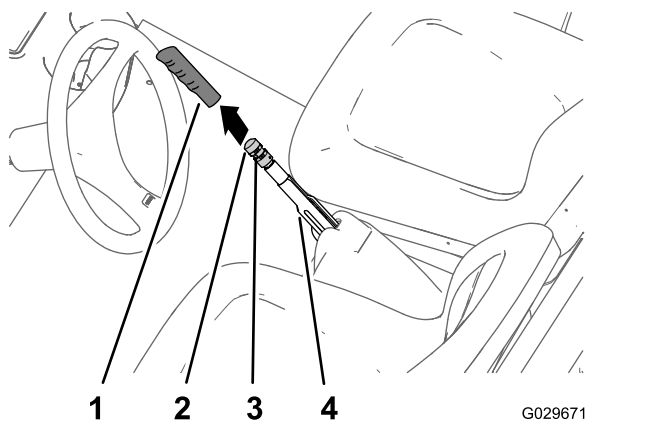

Рисунок 67
1. Снимите рукоятку с рычага стояночного тормоза (Рисунок 67).
2. Ослабьте установочный винт, который крепит ручку регулировки тормоза к рычагу стояночного тормоза (Рисунок 67).
3. Поворачивайте ручку регулировки тормоза до тех пор, пока усилие, требуемое для приведения в действие рычага стояночного тормоза, не достигнет 133-156 Н (Рисунок 67).
4. Затяните установочный винт и установите рукоятку на рычаг (Рисунок 67).
2. Ослабьте установочный винт (Рисунок 67), который крепит ручку регулировки тормоза к рычагу стояночного тормоза, выключите стояночный тормоз и ослабьте ручку регулировки тормоза.
5. Поворачивайте ручку регулировки тормоза (Рисунок 67) до тех пор, пока усилие,
- C. Поворачивайте ручку регулировки тормоза (Рисунок 67) до тех пор, пока усилие, требуемое для приведения в действие рычага стояночного тормоза, не достигнет 133–156 Н.
- Затяните установочный винт и установите рукоятку (Рисунок 67).